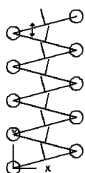

图 11-17 绘制
(6) 同样作线段。直线的起点为第一条多段线的中点，终点的坐标为 ($@50<75$)，重复上述步骤，结果如图 11-17 所示。
(7) 利用“SURFTAB1”和“SURFTAB2”命令修改线条密度为 12。
(8) 选择菜单栏中的“绘图”→“建模”→“网格”→“旋转网格”命令，旋转上述圆。命令行提示与操作如下：